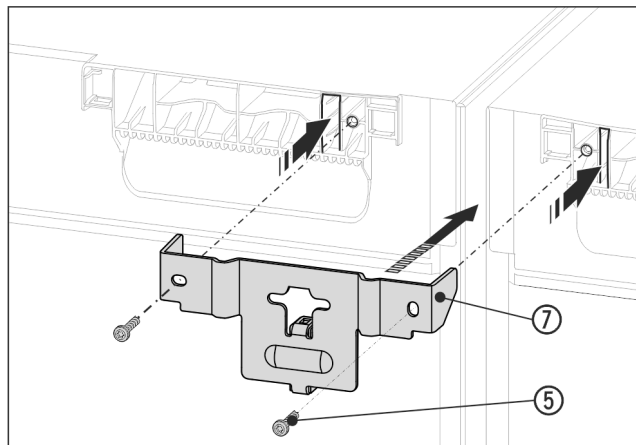

Fig. 15 Näitlik kujutis
- Lükake nurgik Fig. 15 (7) koos distantssdetailiga seadmete vahele ja aasadega seadmelae sisse. Kruvige 2 kruviga Fig. 15 (5) kinni.